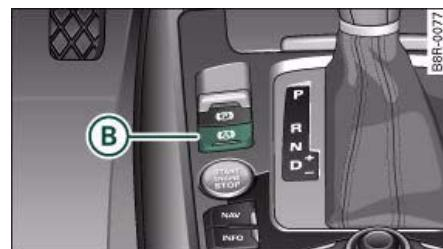

Fig. 104 Detalle de la consola central: Tecla para el sistema de asistencia en arrancada
- Para activar el sistema de asistencia en arrancada, pulse la tecla (B) ⇒ fig. 104 en la consola central. El diodo de la tecla se enciende.
- Para desactivar el sistema de asistencia en arrancada, pulse la tecla (B) ⇒ fig. 104. El diodo de la tecla se apaga.
- Si, mientras el vehículo está inmovilizado por el sistema de asistencia en arrancada, pulsa la tecla (B), la función es asumida automáticamente por el freno de estacionamiento electromecánico (D). Sin embargo, esto no sucede si se está pisando el pedal del freno al mismo tiempo.
- El sistema de asistencia en arrancada se desactiva si se abre la puerta del conductor, se desabrocha el cinturón o se para el motor. Si esto sucede mientras el testigo de control verde (D) está encendido, el freno de estacionamiento se pone automáticamente para inmovilizar el vehículo.